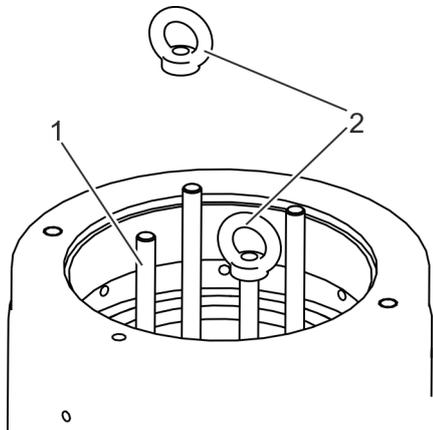

Fig. 12: Élingage du couvercle de fermeture avec les écrous à anneau
- 8. ➤ Visser les écrous à anneau (Fig. 12/2) fournis sur les goujons filetés (Fig. 12/1) du couvercle de fermeture.
- 9. ➤ S'assurer que le filetage des écrous à anneau (Fig. 12/2) est complètement vissé sur les goujons filetés (Fig. 12/1).
- 10. ➤ Élinguer les écrous à anneau (Fig. 12/2) à l'engin de levage avec des élingues appropriées.